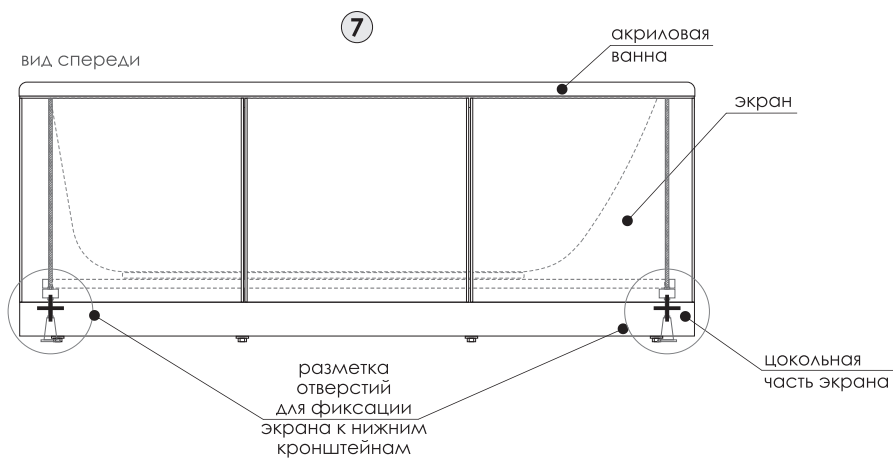

рис. 7
7. Разметьте отверстия для фиксации экрана в его цокольной части и в нижних кронштейнах (рис.7).